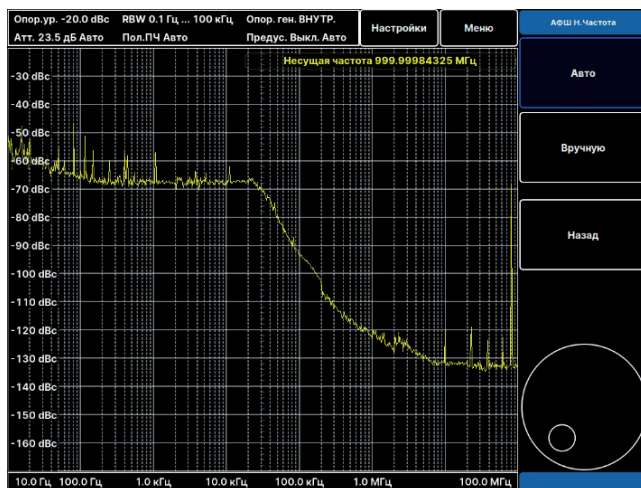

Рис. 29. Выбор режима определения несущей частоты
**Частота / FCarrier** – выбор автоматического или ручного определения несущей частоты (Рис. 29), по умолчанию анализатор автоматически находит наиболее мощный сигнал во всем рабочем диапазоне частот.